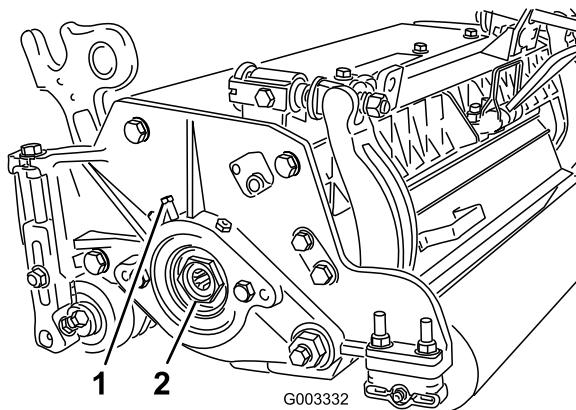

Bild 32
- A. Lösen Sie die externen Stellschrauben, mit denen die Einstellmutter des Lagers am Lagergehäuse links am Mähwerk befestigt ist (Bild 32).